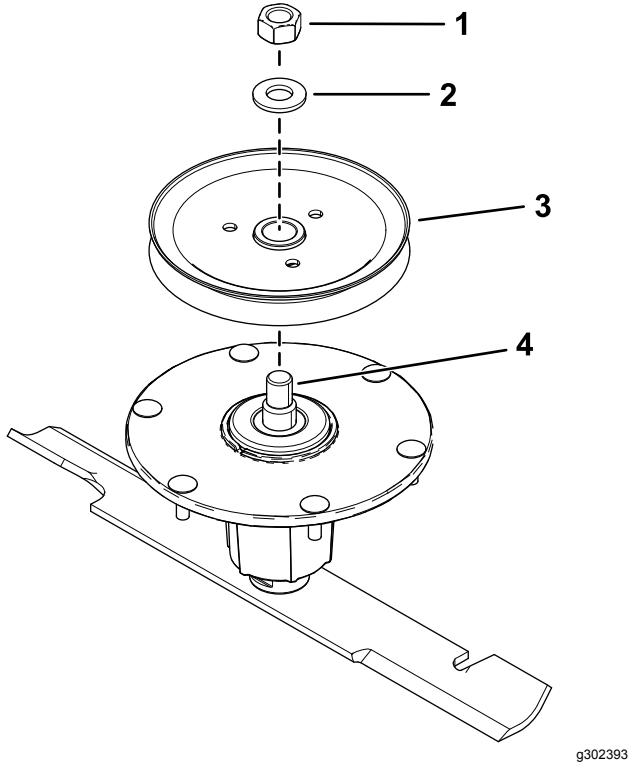

Figura 1
1. Retire la tuerca superior, la arandela y la roldana del eje (Figura 1).